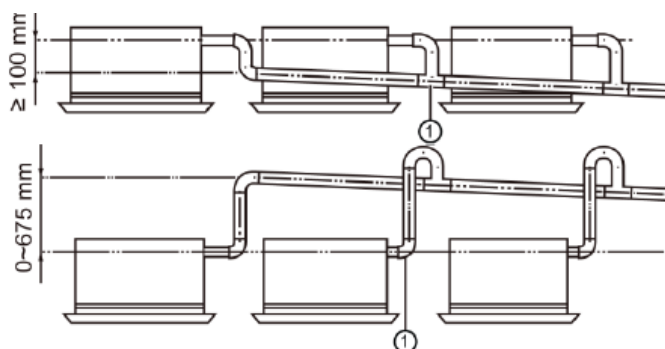

Рис. 4.3.2
(1) Дренажная линия должна быть короткой и проходить под углом не менее 1%. Таким образом в ней не будут образовываться воздушные пузыри.
(3) Вставить дренажный шланг в патрубок и плотно затянуть металлический хомут.
(4) Обернуть дренажный шланг лентой и зафиксировать его металлическим хомутом для теплоизоляции.
(5) Вся дренажная линия должна быть обернута слоем теплоизоляции. В противном случае на ней начнет выступать конденсат и стекать вода.
(6) В соответствии с производительностью кондиционера установить на дренажную линию переходник, как показано на рис. 4.3.2.